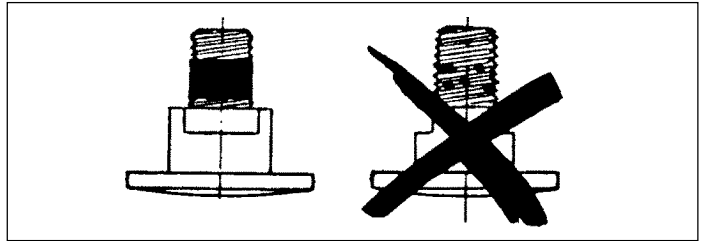

Fig. 22
- la **couche freinante** de la vis de fixation est manquante ou excessivement usée (il est conseillé de changer la vis après pas plus de 5 vissages), (fig. 22).